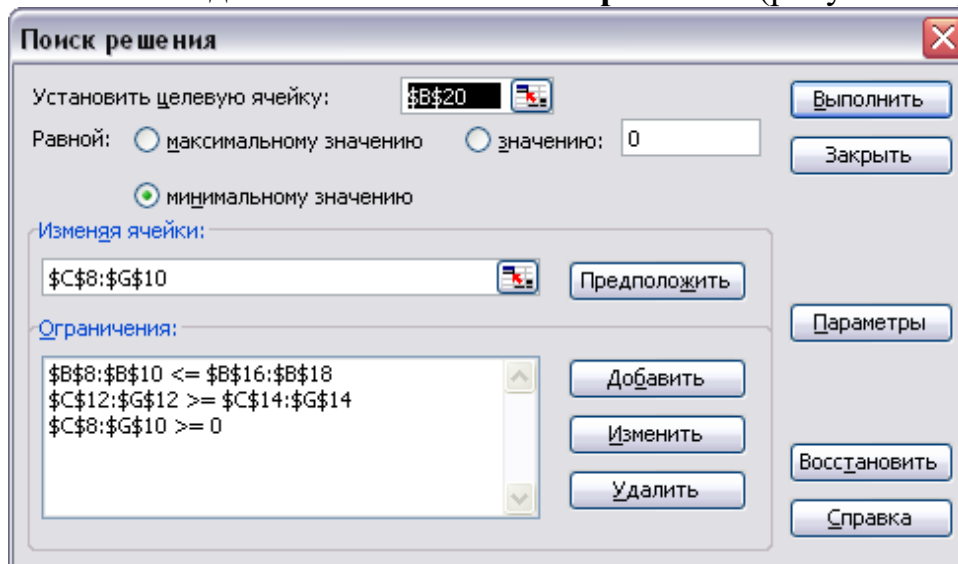

Рисунок 1.5 Пример заполненного окна **Поиск решения**
7) После введения всех ограничений и нажатия на кнопку **ОК**, появится заполненное диалоговое окно **Поиск решения** (рисунок 1.5).